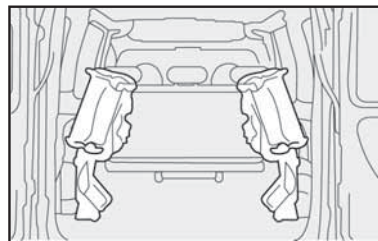

fig. 103
3) Repetir o procedimento para o outro banco **fig. 103**.